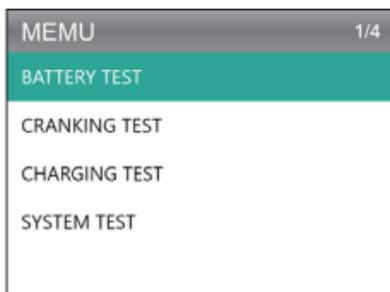

図 4.2.2
2. バッテリーテストを実行するには、[バッテリーテスト] を選択して [OK] を押します (図 4.2.2 を参照)。